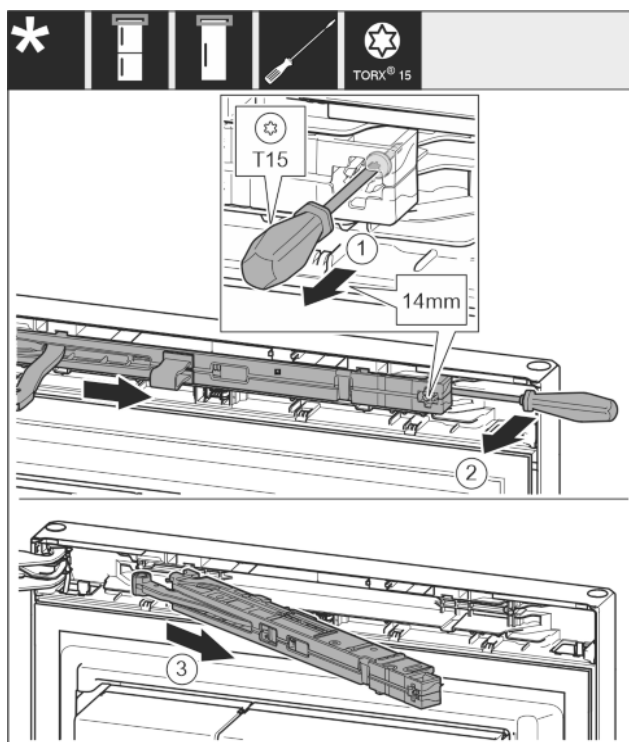

Fig. 9
- Vijake na enoti blažilnikov za zapiranje vrat odvijte z izvijačem T15 za pribl. 14 mm. Fig. 9 (1)
- Na strani ročaja izvijač zataknete za enoto blažilnikov za zapiranje vrat in obrnite naprej. Fig. 9 (2)
- Izvlecite enoto blažilnikov za zapiranje vrat. Fig. 9 (3)